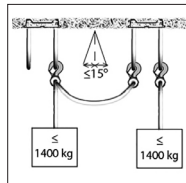

Fig. 1c
- Non utilizzare i cappi della fune dello stesso HBL per assicurare il carico. Per assicurare il carico, usare sempre un secondo HBL (fig. 1c).